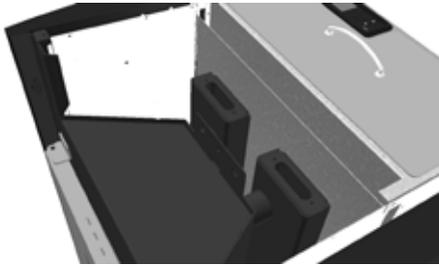

**Fig. 28 – Rimozione del coperchio**
- Rimuovere il coperchio svitando le viti posteriori e superiori (vedere Fig. 28).